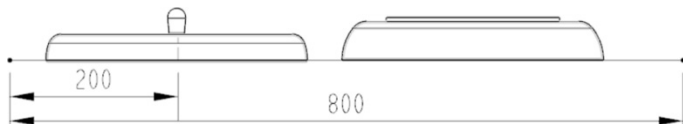

图 12-12 绘制一条直线与 XOY 平面对齐
(25) 选取“菜单 | 格式 | 图层设置”命令，设置第 10 层为工作图层。
(26) 选取“菜单 | 插入 | 关联复制 | 抽取几何特征”，在【抽取几何特征】对话框中“类型”选取“面”，“面选项”选取“单个面”，勾选“☒关联”复选框。
(27) 选取零件内部的曲面，第 1 个零件选取 6 个曲面，第 2 个零件选取 5 个曲面。
(28) 单击“确定”按钮，抽取曲面特征。
(29) 选取“菜单 | 格式 | 图层设置”命令，在【图层设置】对话框中取消勾选“☐1”，隐藏第 1 层的实体。
(30) 选取“菜单 | 插入 | 组合 | 缝合”命令，缝合所有的曲面。
(31) 单击“拉伸”按钮，在【拉伸】对话框中单击“绘制截面”按钮，选取 ZOX 为草绘平面，绘制一条直线，该直线与 XOY 平面对齐，如图 12-12 所示。